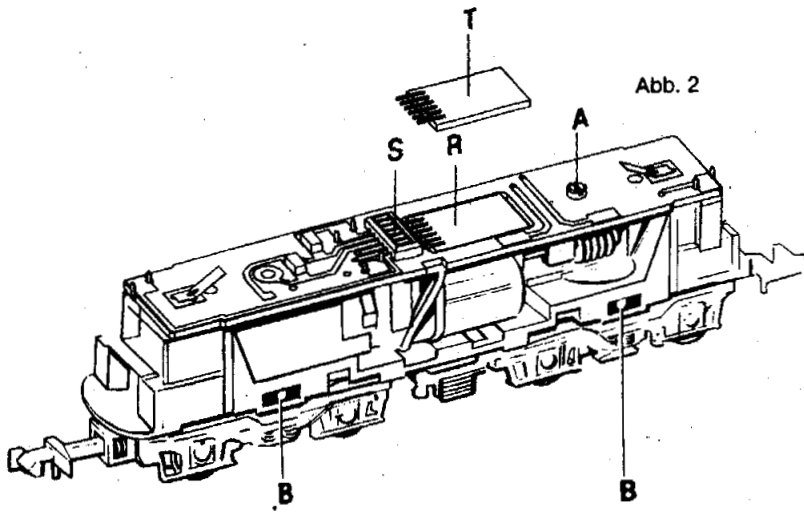
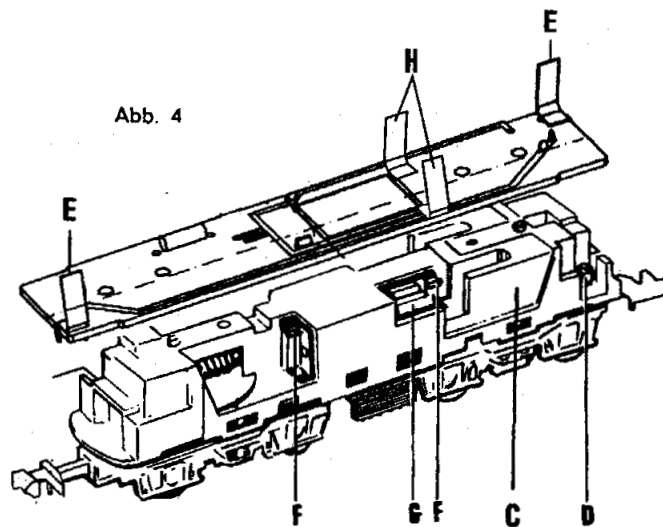

Abb. 2
Abb. 4
Schraube **A** (Abb. 2) lösen, die Schaltungsplatine wegklappen. Lampen **D** seitlich aus dem Fahrstellkörper herausnehmen und austauschen. Beim Aufsetzen der Schaltungsplatine dar-auf achten, daß Kontaktfedern **E** gut am Löt-nippel der Lampen anliegen, und Kontaktfedern **H** an der freien Seite des Motors.
Motor austauschen (Abb. 4)
Austausch der Drehgestelle (Abb. 2)
Einbau des Selectrix-Fahrzeug-Decoders 66830 (Abb.2)
(3) Dachleitung lang	12 7157 00
(4) Dachleitung kurz	12 7158 00
(5) Halter für Dachstromabnehmer	12 7159 00
(6) Hochspannungsschalter	12 7545 00
(7) Fenstereinsatz	12 7482 01
(8) Lichtleiter	12 7156 00
(9) Trittbrett	12 7486 01
(10) Pufferbohle	12 4805 00
(11) Puffer	74 0337 00
(12) Steckerplatine für Gleichstrombetrieb (mit Kondensator für Funkenstörung und Lichtwechsellampe)	41 2800 25
(T) Selectrix-Fahrzeug-Decoder (Abb. 2)	66830
(S) Kontaktleiste (in 13 enth. (Abb. 2)	41 2862 25
(13) Schaltungsplatine	31 2754 05
(14) Motor-Halteklammer	73 1481 00
(15) Motor-Bürsten	40 0159 00
(16) Motor	31 2754 04
(17) Glühlampe	40 0303 00
(18) Drehgestell-Lagerstift	14 0241 00
(19) Kontaktfeder	13 2922 15
(20) Schleifer-Platte (mit Umschalter für Oberleitungsbetrieb)	41 2936 06
(21) Halter für Schleiferplatte	12 7154 00
(22) Zahnrad groß	12 2021 00
Replacement of bulbs (Fig. 4)
Undo screw A (Fig. 2) and lift off printed circuit (Fig. 4). Remove bulbs D from body and replace. When re-assembling the loco ensure good contact 1) between bulbs and contact strips E and 2) between contact-strip H and the motor (cables to go on the outside across H).
Replacement of motor (Fig. 4)
Take out motor and replace worn brushes in accordance with Fig. 4 (L-M-N). Do not lose the tiny pressure springs when removing brush retaining clips(L).